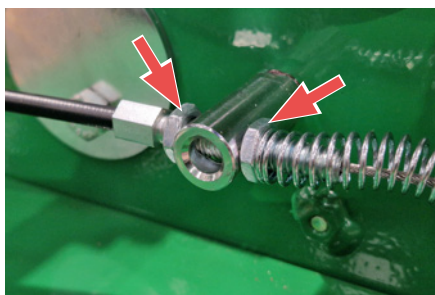
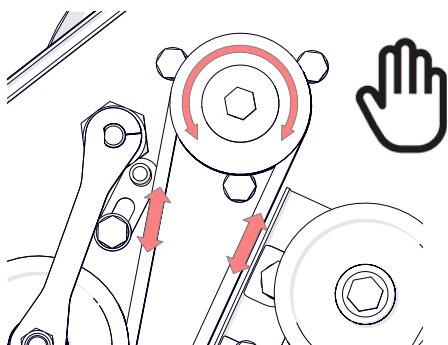

Fig. 16F - Mettere in tensione regolando i dadi di conseguenza
Fig. 16G - Verificare che la tensione sia corretta muovendo la puleggia a mano
- iv. Azionare la leva di taglio: la puleggia tendicinghia verrà a contatto con le cinghie e le metterà in tensione. Regolare i due dadi del cavo per aumentare o ridurre la tensione delle cinghie (Fig. 16F). Ruotare la puleggia superiore (a mano): le cinghie dovrebbero muoversi liberamente e far ruotare di conseguenza la puleggia inferiore (Fig. 16G). Quando la leva di taglio è disinserita, la puleggia tendicinghia "poggia" sulla cinghia e non esercita nessuna pressione (ruotando la puleggia, non si ha movimento della cinghia).